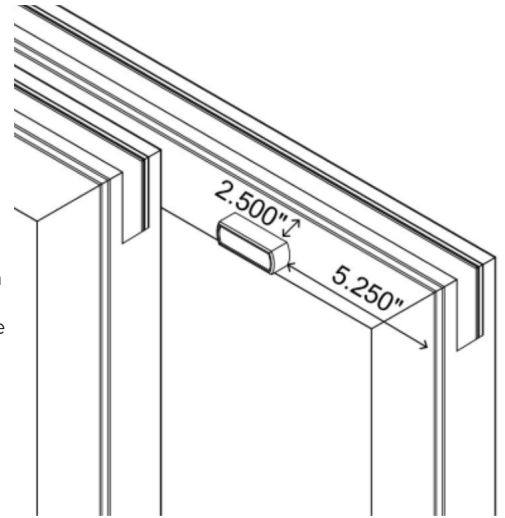

Figura 28
1. **Perfore previamente** dos orificios guía de $11/64"$ ($0.171"$) en el lado interior de cada panel operable, a $5-1/4"$ del lado derecho del panel y a $2-1/2"$ de la parte superior del panel hasta los bordes de la base del bloque de arrastre (figura 28). Fije el bloque de arrastre del panel (pieza 35) utilizando dos tornillos (pieza 44). Encaje a presión la cubierta del bloque de arrastre del panel sobre la base del bloque de arrastre.
ADVERTENCIA: No instale los bloques de arrastre de los paneles en ninguna otra área que no sea la que se muestra en la figura 28; hacerlo podría causar daños al marco o al vidrio. El uso de tornillos más largos puede causar interferencias o problemas de funcionamiento.